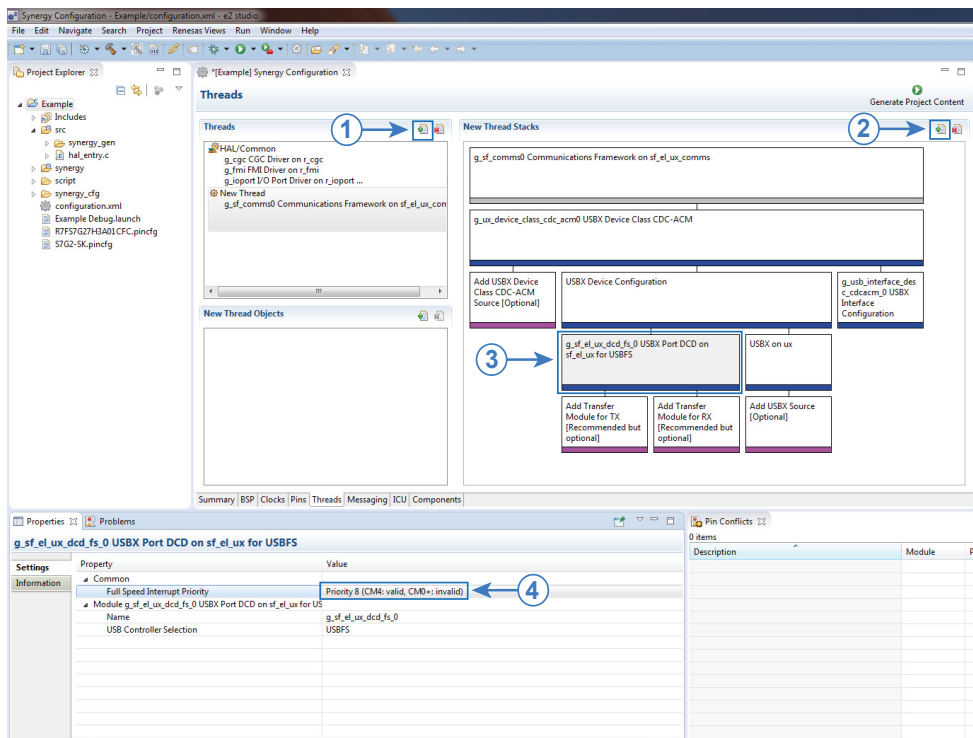

Рис.4. Добавление стека для UART-<-> UART преобразователя.
4. На вкладке «Threads» добавьте поток, который будет выполнять работу USB <-> UART преобразователя (Рис.4, п.1).
- нажмите кнопку «Добавить стек» (Рис.4, п.2);
- в появившемся стеке добавьте USBX Port DCD (Рис.4, п.3);
- в свойствах блока USBX Port DCD установите приоритет прерывания – выберите приоритет 8 (Рис.4, п.4);